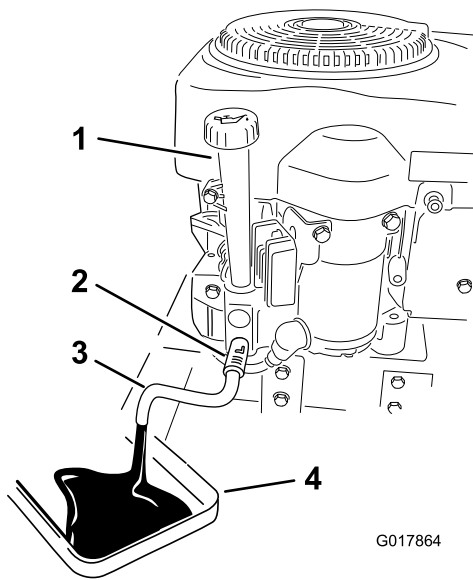

Figura 32
4. Limpie la zona alrededor de la válvula de vaciado y el bastidor de la máquina, localice la manguera de vaciado del aceite y conéctela a la válvula de vaciado (Figura 32).
6. Coloque un recipiente de vaciado debajo de la máquina, directamente debajo de la manguera de vaciado (Figura 32).
8. Retire el tapón de llenado/varilla de aceite (Figura 32).
12. Vierta lentamente aproximadamente el 80% de la cantidad especificada de aceite por el orificio de llenado (Figura 32).